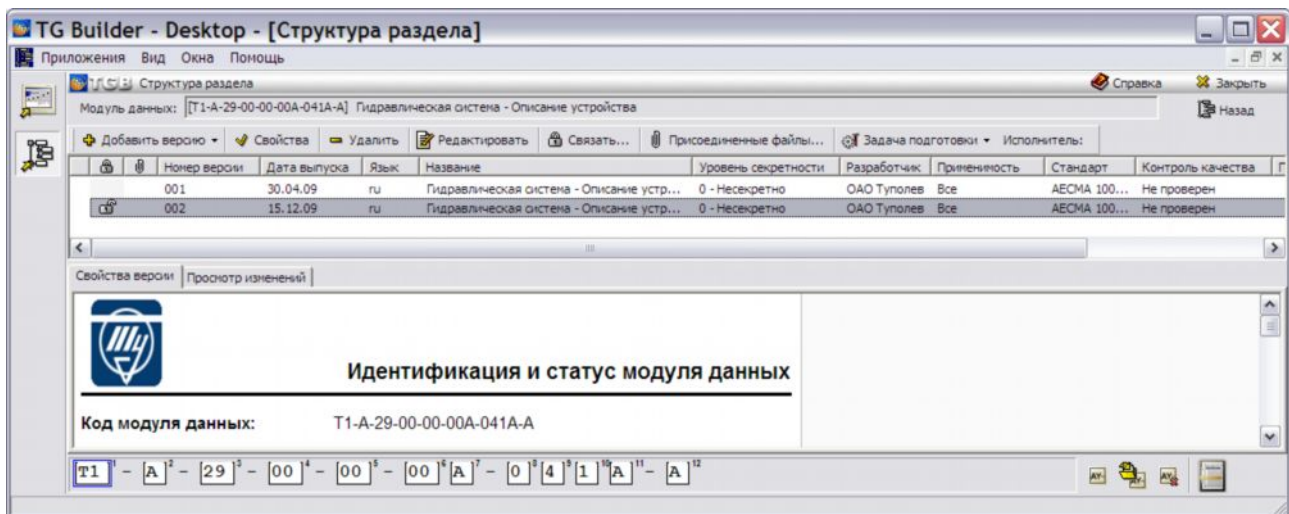

Рис. 11.19
- Для связи версии модуля данных с выпуском выберите нужный выпуск и нажмите на кнопку **Применить**. После этого окно **Очереди поставок и выпуски** закрывается, и происходит возврат в окно редактора версий модуля данных (Рис. 11.19). Версия модуля данных, связанная с выпуском, отмечается соответствующим значком . Открытый замок означает, что версия МД находится в разработке.